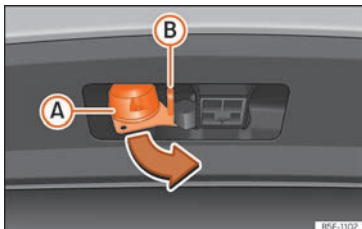

Abb. 177 13-polige Steckverbindung drehen
- Halten Sie die Steckverbindung im Bereich **(A)** und ziehen Sie sie in Pfeilrichtung heraus »» **Abb. 177**.
- Öffnen Sie die Abdeckung der Steckverbindung **(A)** und verbinden Sie den Anhänger »» **Abb. 177**.
- Hängen Sie das Halteseil des Anhängers in die Sicherheitsöse ein »» **Abb. 177 (B)**. Beim Einhängen muss das Halteseil in allen Anhängerspositionen zum Fahrzeug **durchhängen** (scharfe Kurven, Rückwärtsfahrt usw.).